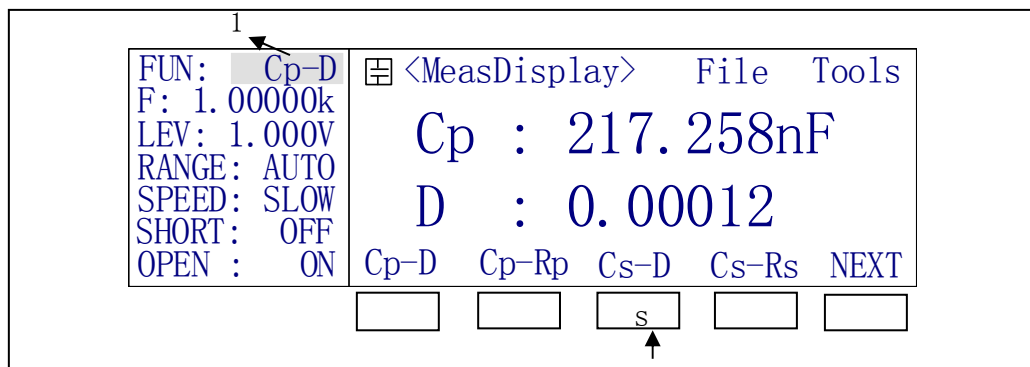

图 4-2 软键选择示例
- 选择和按下一个软键，那么对应于这个软键的功能或修改就生效，如图 4-2 所示，如果按下 S 软键，那么箭头 1 所指的区域将显示 Cs-D，测量参数就转换为 Cs-D。如果反白区域可支持数字输入，则可以用数字键和 **ENTER** 来输入数据。